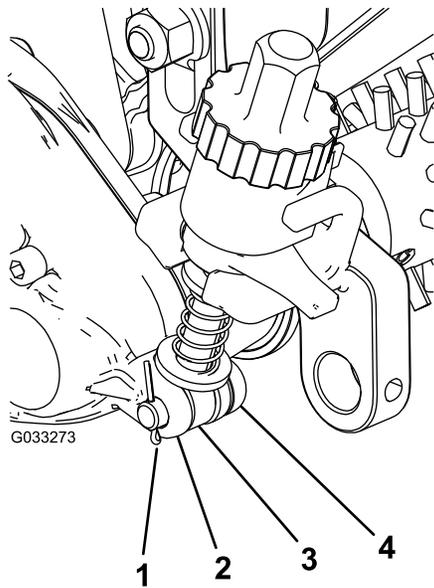

Figura 19
3. Empurre a barra do conjunto dos braços de ajuste junto da caixa de transmissão do rastelo no espaço na caixa de transmissão e prenda-a com um pino de ajuste e contrapino (Figura 19).